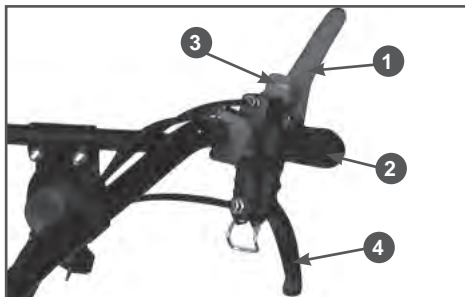

Рис.12 Левая рабочая рукоятка
2. Рычаг остановки двигателя 1 (Рис.12) нажмите и зафиксируйте стопором.
При возникновении аварийной ситуации, для экстренной остановки мотоблока переведите рычаг остановки двигателя 1 (Рис.12) в верхнее в положение.